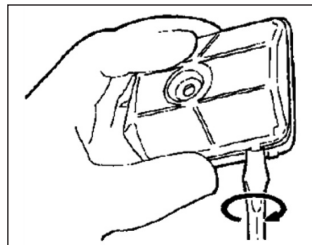

Рис. 16.1
1. Воздушный фильтр (рис. 16.1).